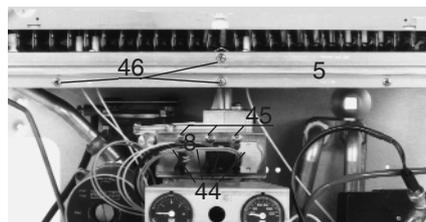

Fig. 25
### De gaz naturel en butane-propane Cat II 2E+3+ (fig. 25) :
Ajuster à l'aide de la vis située derrière le bouchon (11) (fig. 25) la puissance en chauffage, voir paragraphe «réglages» page 7.